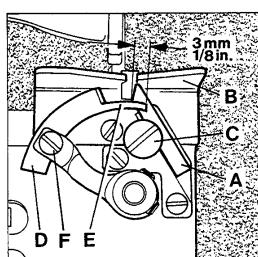

Fig.11
Set the fixed knife (A, Fig. 11) so that its tip sits close to the underside of the throat plate (B). For adjustment loosen screw (C) and move knife up or down in its holder as required. Retighten screw.
Set the moving knife (D, Fig. 11) so that it just clears below the throat plate underside on its entire arc of travel. In the most open position of the knives the pilot (E) should overlap the fixed knife by 3 mm (1/8"). In cutting position of the knives the cutting edge of the moving knife should overlap the cutting edge of the fixed knife at least 1 mm (3/64"). For adjusting moving knife loosen screw (F) and set knife as required. Retighten screw.
Stellen Sie das feststehende Messer (A, Fig. 11) so, daß seine Spitze an der Stichplattenunterseite (B) anliegt. Zum Einstellen lösen Sie die Schraube (C) und schieben das Messer im Halter nach Bedarf nach oben oder unten. Ziehen Sie die Schraube wieder an.
Stellen Sie das beweglich Messer (D, Fig. 11) so, daß es innerhalb seiner Schwungbewegung unter der Stichplattenunterseite gerade freigeht. Der Führungszapfen (E) soll in der am weitesten geöffneten Stellung der Messer das feststehende Messer 3 mm überlappen. In Schnidstellung muß die Schneide des beweglichen Messers mindestens 1 mm überlappen. Zum Einstellen des beweglichen Messers lösen Sie die Schraube (F) und stellen das Messer entsprechend ein. Ziehen Sie die Schraube wieder an.